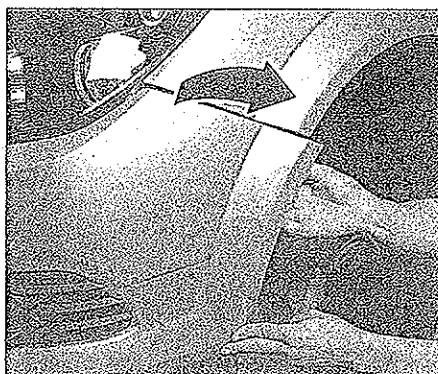

FIG. 9
- Desengrapar el parachoques de los raíles de fijación a ambos lados, pivotándolos hacia arriba (fig. 9).